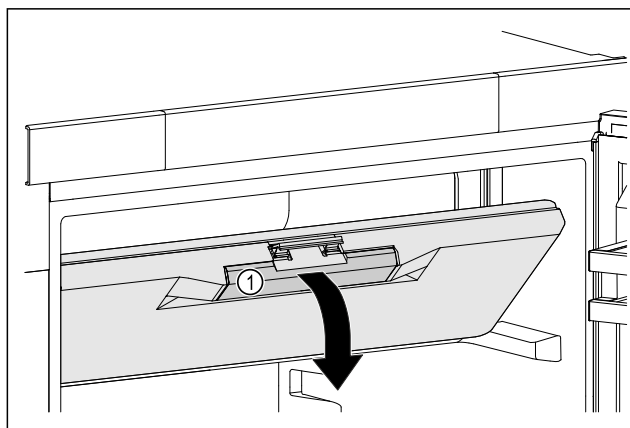

Fig. 27
- ▶ Возьмитесь за утопленную ручку Fig. 27 (1) на двери морозильного отделения.